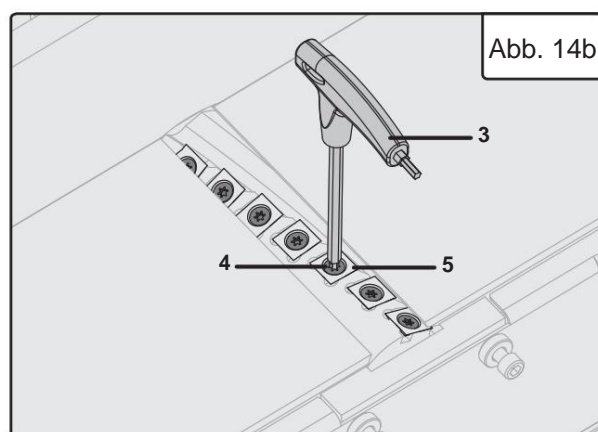

Abb. 14b
2. Entfernen Sie mit dem mitgelieferten T-Schlüssel (Abb. 14b - 3) die
Halteschraube (Abb. 14b - 4) und das Sägeblatt (Abb. 14b - 5).